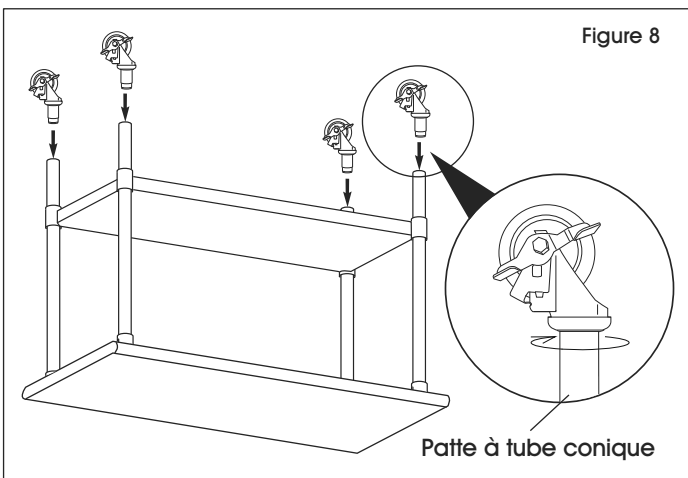

Figure 8
4. Avec la roulette entièrement insérée dans la patte à tube conique, tournez-la dans le sens horaire jusqu'à ce qu'elle soit sécurisée. (Voir Figure 8)